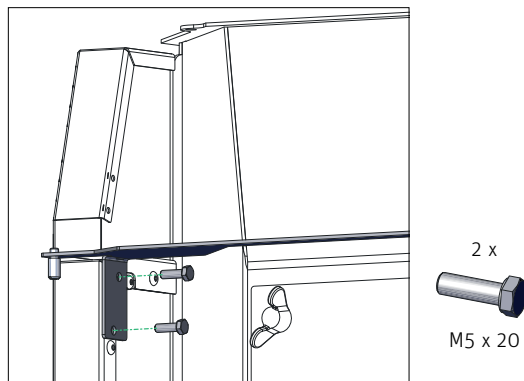
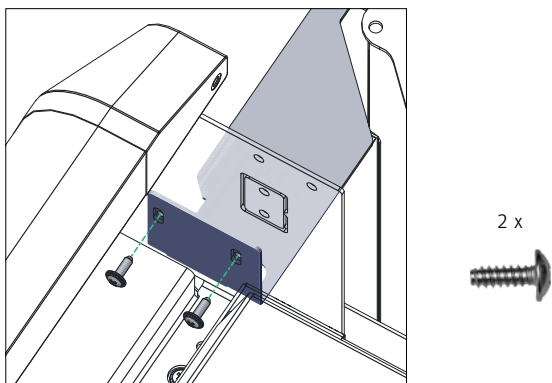

Fig. 88 Bügel-Türlager links mit 2 Sechskantschrauben befestigen
Fig. 89 Bügel-Türlager rechts mit 2 Blechschrauben befestigen
- Bügel-Türlager links mit 2 Stk. Sechskantschrauben M5x20 (Fig.88) an Seitenwand links und rechts innen bei Bedienfeld mit 2 Stk. Blechschraube (Fig. 89) befestigen.